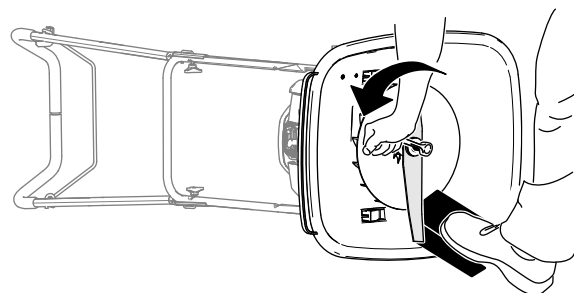

Рисунок 27
4. Используйте деревянную подкладку для фиксации ножа в неподвижном положении (Рисунок 27).
5. Используйте ключ, поставляемый с машиной, чтобы снять нож путем вращения болта против часовой стрелки (Рисунок 27).